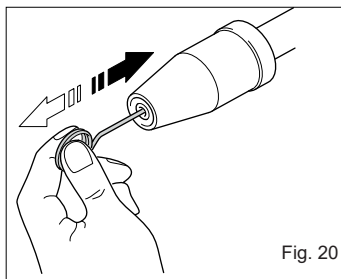

Fig. 20
- Usando el limpiador de boquilla provisto (o un sujetador de papel desplegado), inserte el cable en el orificio de la boquilla y muévalo hacia atrás y hacia adelante hasta que la basura se desplace (Fig. 20). Enjuague a contracorriente el agua a través de las boquillas usando la manguera de jardín y la presión más alta disponible (ya sea una boquilla de agua estándar o use su pulgar sobre la boquilla para crear presión de agua para la descarga).